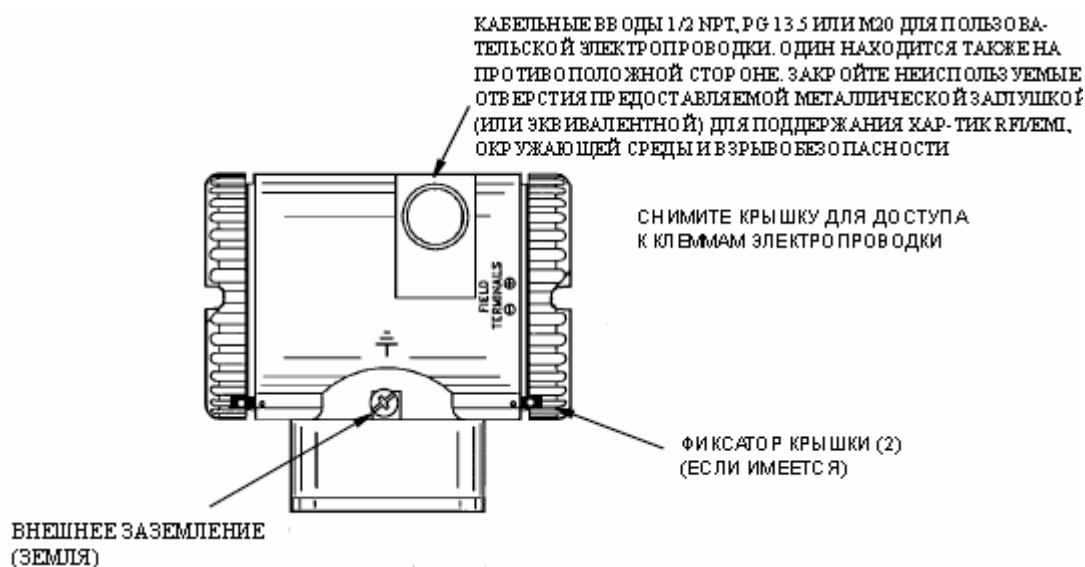
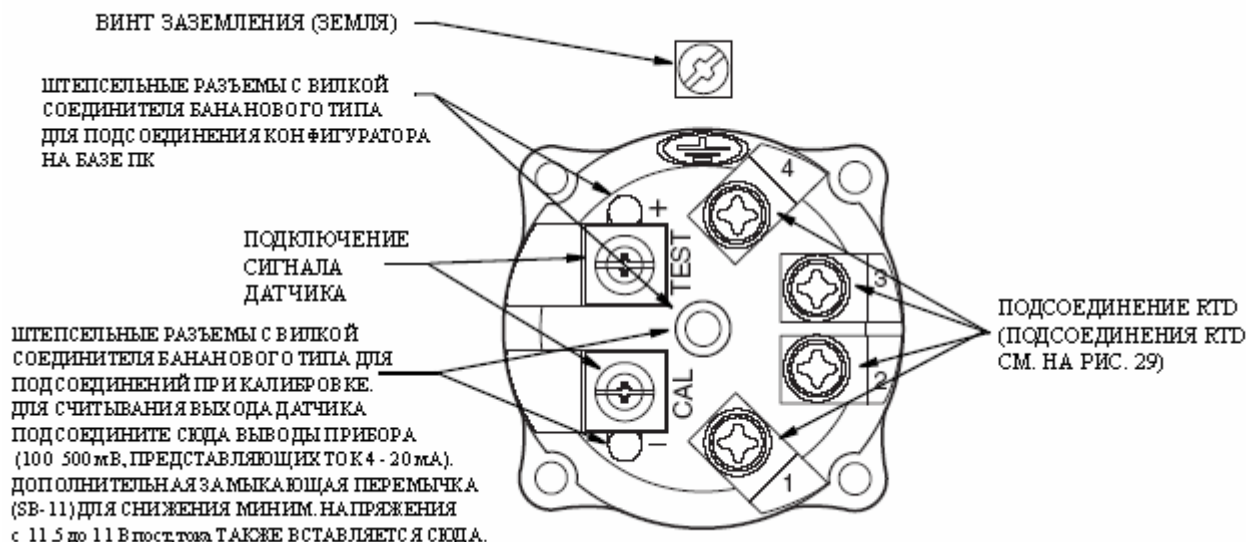
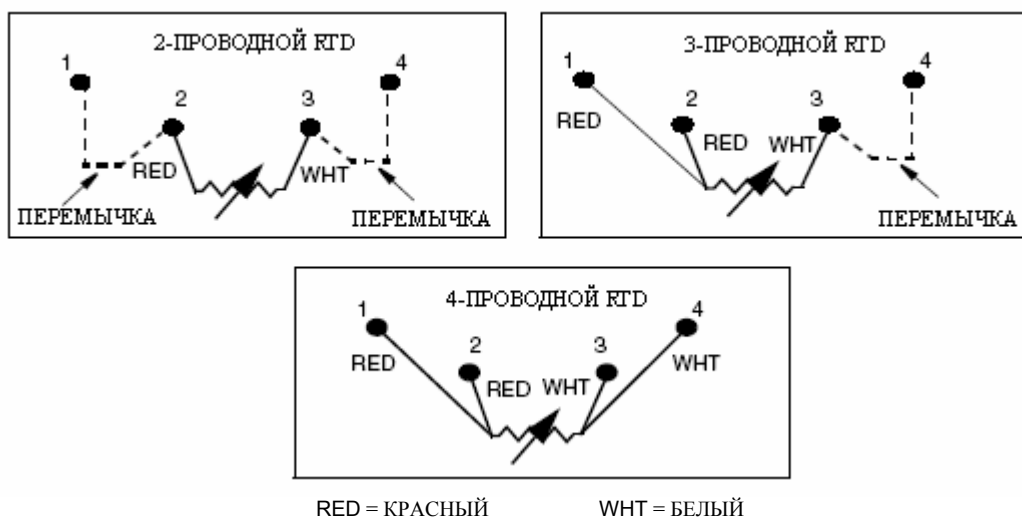

Рис. 23. Доступ к клеммам периферийных устройств
Рис. 24. Идентификация клемм периферийных устройств
Рис. 29. Подключение RTD
Блокировки крышек корпуса электроники, показанные на рис. 23, являются стандартными при сертификации некоторыми агентствами и частью Блокировки Узла Коммерческого Учета, а также опцией Герметизации. Для блокировки крышек отвинтите фиксатор примерно на 6 мм (0.25 дюйма), совместите отверстие в фиксаторе с отверстием в корпусе. Вставьте пломбировочную проволоку в эти два отверстия, сдвиньте пломбу на концы проволоки и обожмите пломбу.
Для доступа к клеммам периферийных устройств, ввинтите фиксатор крышки (если имеется) в корпус, чтобы разблокировать резьбовую крышку, снимите крышку с отсека клемм периферийных устройств, как показано на рис. 23. Обратите внимание на то, что тисненые буквы **FIELD TERMINALS / КЛЕММЫ ПЕРИФЕРИЙНЫХ УСТРОЙСТВ** указывают соответствующий отсек. Идентификация клемм показана на рис. 24.
2. Пропустите сигнальные провода (обычно 0.50 мм² или 20 AWG) через один из кабельных вводов датчика, как показано на рис. 23. Используйте витую пару для защиты выхода 4 - 20 мА и/или удаленных коммуникаций от электрических помех. Максимальная рекомендуемая длина сигнальных проводов составляет 3050 м (10000 футов).
6. Подсоедините провода источника питания и приемного устройства к клеммам “+” и “-”, показанным на рис. 24.
5. Подсоедините провод заземления (землю) к клемме заземления в соответствии с местными нормами и правилами. Клемма заземления показана на рис. 24.
6. Подсоедините сигнальные провода к клеммам “+” и “-”, показанным на рис. 24.
7. Пульт HART или Конфигуратор на базе ПК могут подключаться через вилку соединителя бананового типа в двух верхних штепсельных разъемах (обозначенных TEST) на клеммной колодке в отсеке вводов с периферийных устройств, как показано на рис. 24, или в любом другом удобном месте в контуре (с учетом ограничений на опасное местоположение).
Подсоедините ваш RTD к клеммам 1, 2, 3 и 4. Положения показаны на рис. 24. Соединяйте по рис. 29.